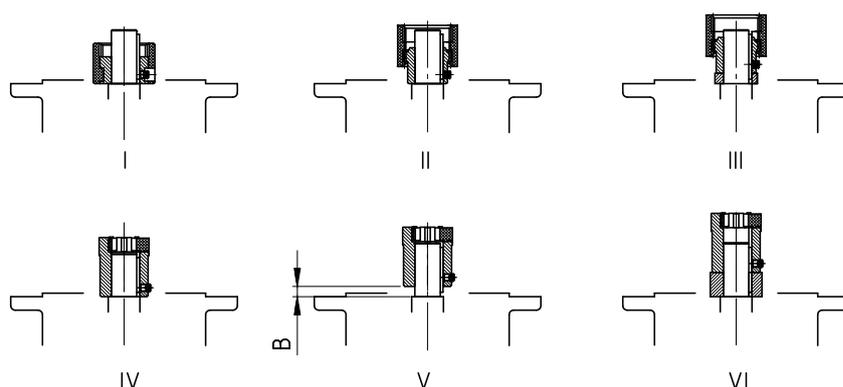

Figure 15: Montage de l'accouplement sur l'arbre du moteur pour différents types d'accouplements
3. Installez le demi-accouplement sur l'arbre du moteur de sorte que la clavette du moteur s'engage dans la rainure du demi-accouplement. Montez le demi-accouplement conformément aux indications du fabricant du moteur. Dans le cas des réducteurs à engrenages cylindriques de la gamme standard, tenez compte de la cote B entre le demi-accouplement et l'épaulement (voir "Figure 15"). Certains **adaptateurs NEMA** nécessitent un positionnement de l'accouplement conforme aux spécifications indiquées sur l'autocollant.
8. Montez le moteur sur l'adaptateur. Montez pour cela également la couronne dentée ou la bague dentée fournie (voir Figure 15: Montage de l'accouplement sur l'arbre du moteur pour différents types d'accouplements). Dans le cas de l'adaptateur AN360TC et AN400TC, il convient de fixer d'abord la bride de l'adaptateur sur le moteur puis de visser le moteur sur l'adaptateur.